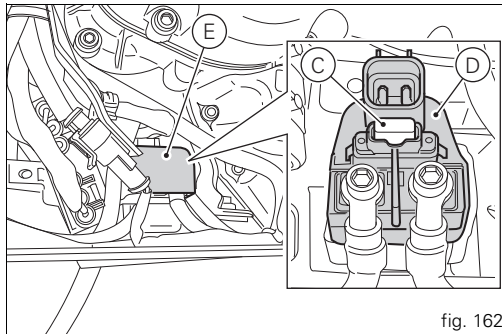

fig. 162
FUSIBLE MASTER, protegido con fusible de 30A colocado en el telerruptor de arranque, detrás de la batería (C, fig. 162).
El fusible principal (C, fig. 162), se encuentra en proximidad de la batería, sobre el telerruptor de arranque (D).